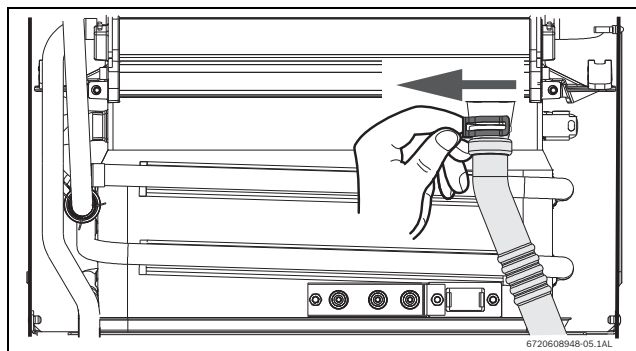

Рис. 61
- ▶ Зніміть хомут та від'єднайте дренажну трубку, див. Рис. 61.